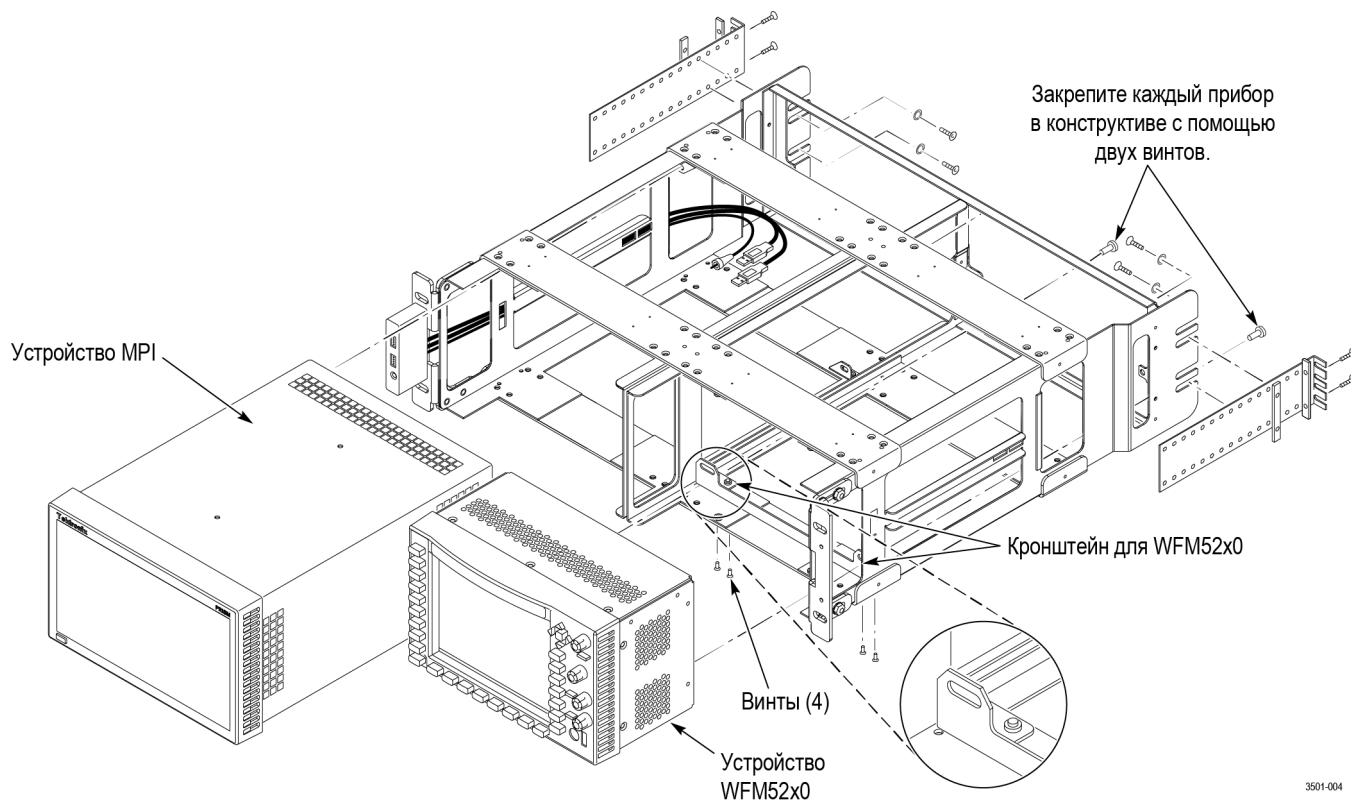
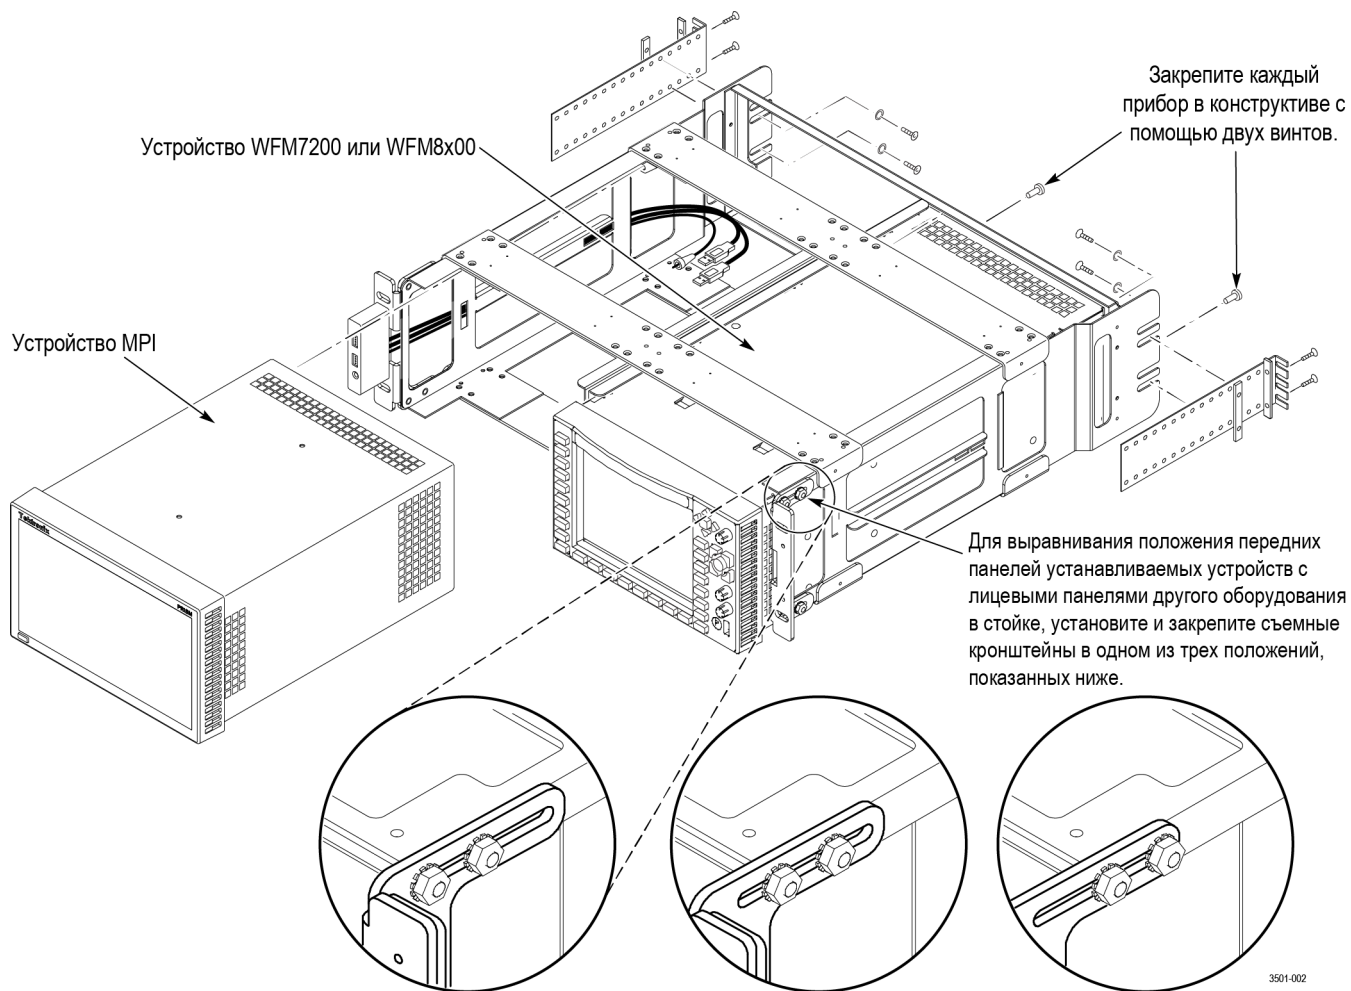
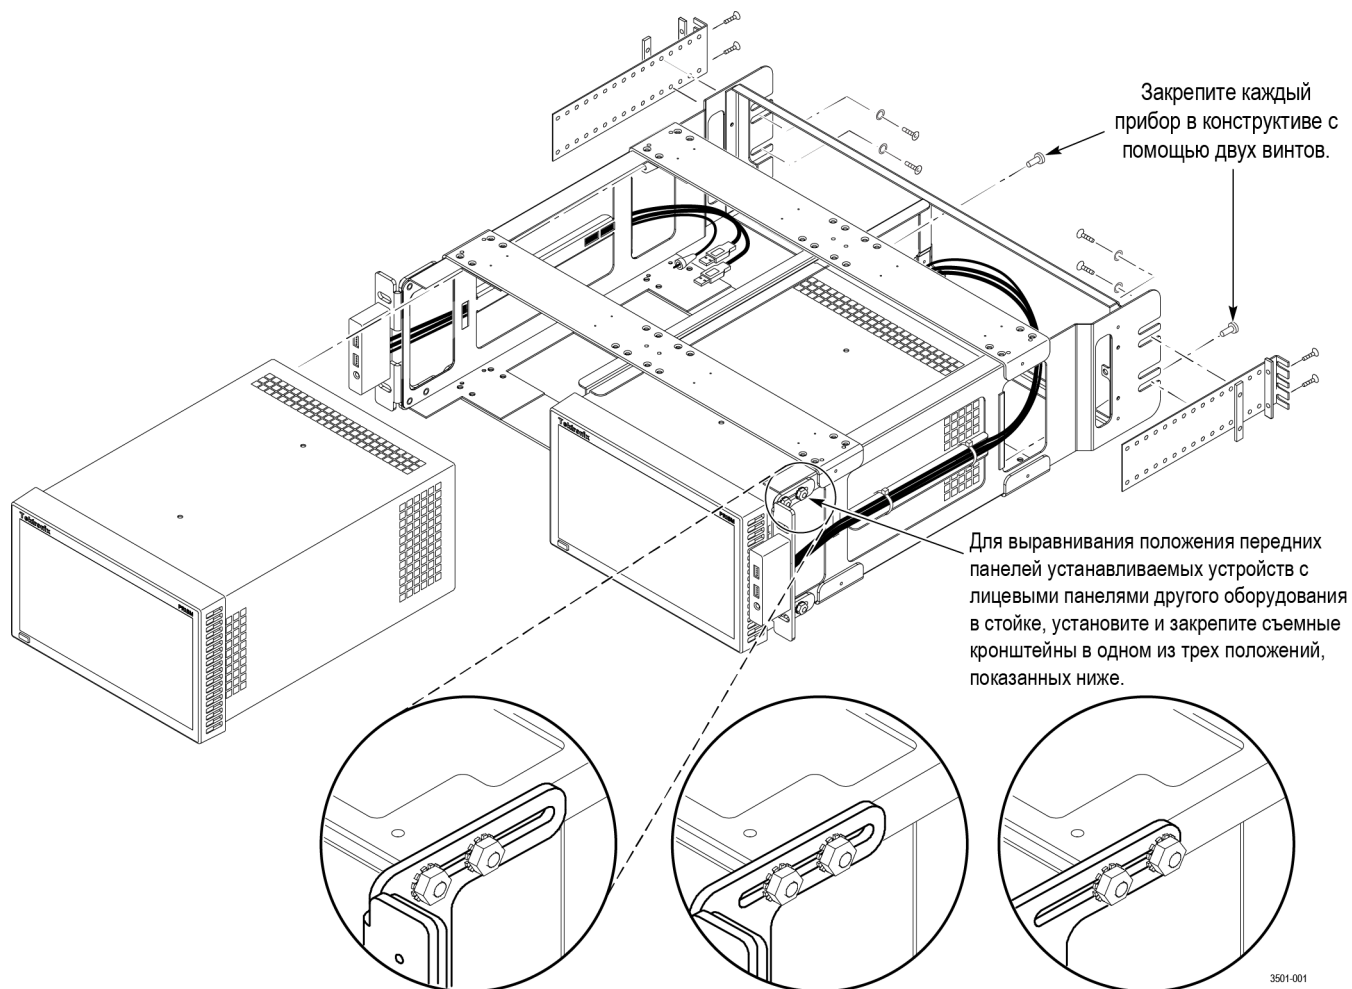

Рис. 2: Установка одного монитора MPI и одного телевизионного осциллографа WFM52x0 в двухместный конструктив MPI-RACK-MW
Рис. 3: Установка одного монитора MPI и одного телевизионного осциллографа WFM7200 или WFM8x00 в двухместный конструктив MPI-RACK-MW
Рис. 4: Установка двух мониторов MPI в двухместный конструктив MPI-RACK-MM
1. Расположите двухместный конструктив так, чтобы гнездо (гнезда) для подключения головных телефонов на передней панели конструктива были внизу. (См. рис. 2.)
- a. Установите кронштейн для WFM52x0 (поз. 9 табл. 2) в правую часть конструктива как на рис. (См. рис. 2.)
3. При необходимости можно отрегулировать положение съемных кронштейнов так, чтобы конструктив располагался заподлицо с остальным оборудованием в стойке. Для этого следует отпустить гайки крепления конструктива к кронштейнам в стойке, выставить конструктив в требуемое положение и надежно затянуть гайки. (См. рис. 3.)
5. Установите один направляющий кронштейн (поз. 8 табл. 2) с одной из сторон каркаса стойки с помощью двух винтов (поз. 5 табл. 2) и одной планки с резьбовыми отверстиями (поз. 7 табл. 2) как показано на рисунке. (См. рис. 2.)
1. Установите устройство MPI в двухместный конструктив: (См. рис. 2.) (См. рис. 3.) (См. рис. 4.)
- a. Установите телевизионный осциллограф типа Tektronix WFM52x0, WFM7200 или WFM8x00 в правый отсек двухместного конструктива. (См. рис. 2.) (См. рис. 3.)